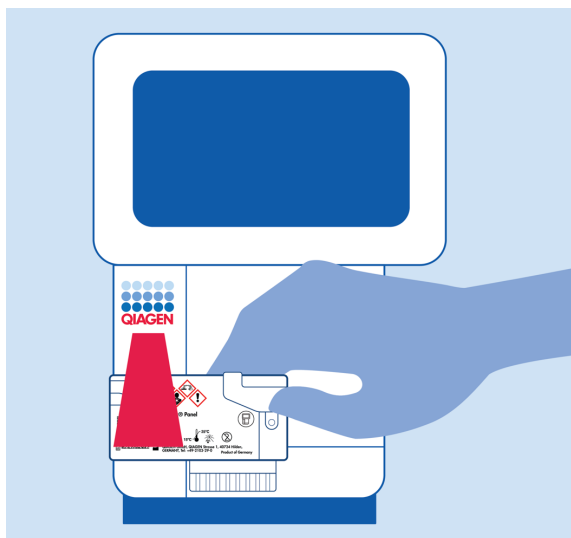

Figura 12. Lendo o código de barras do QIAstat-Dx Meningitis/Encephalitis Panel Cartridge.
- Quando solicitado, leia o código de barras do QIAstat-Dx ME Panel Cartridge a ser usado (Figura 12). O QIAstat-Dx Analyzer 1.0 ou o QIAstat-Dx Analyzer 2.0 reconhece automaticamente o ensaio a ser executado, com base no código de barras do cartucho de ensaio.